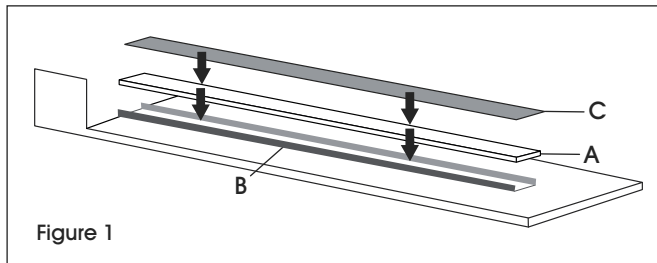

Figure 1
2. Placez le nouveau tampon en caoutchouc de silicone (A) à l'intérieur de la rainure en métal (B). (Voir Figure 1)
4. Posez le ruban adhésif en Teflon brun foncé de 10 mil (C) sur le tampon en caoutchouc de silicone (A). (Voir Figure 1)